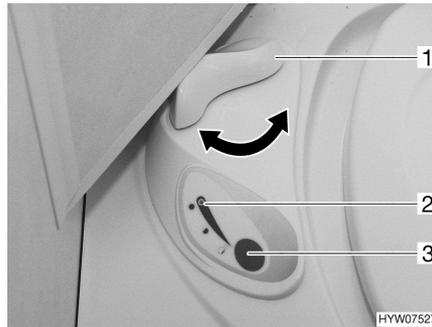

Bild 112 Bedieneinheit Thetford-Toilette
- Vor dem Spülen den Schieber der Thetford-Toilette öffnen. Dazu den Schieberhebel (Bild 112,1) entgegen dem Uhrzeigersinn drehen.
- Zum Spülen den blauen Spülknopf (Bild 112,3) drücken.
- Nach dem Spülen den Schieber schließen. Dazu den Schieberhebel (Bild 112,1) im Uhrzeigersinn drehen.
Die Kontroll-Leuchte (Bild 112,2) leuchtet, wenn die Thetford-Kassette entleert werden muss.
- Den Schieberhebel (Bild 112,1) im Uhrzeigersinn drehen. Der Schieber wird geschlossen. Zum Entleeren **muss** in der Thetford-Toilette der Schieber geschlossen sein.